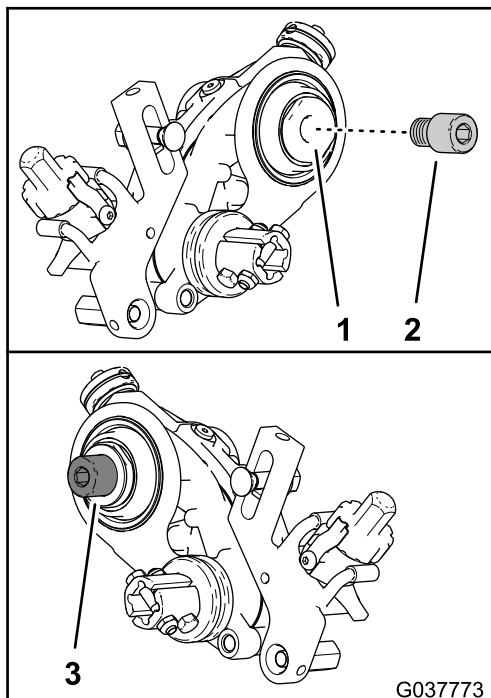

图6
1. 在驱动轴的内侧涂抹蓝色防松螺纹油 图6。
2. 将相应的滚刀适配器装入驱动轴 图6。使用下表确定使用哪个适配器。